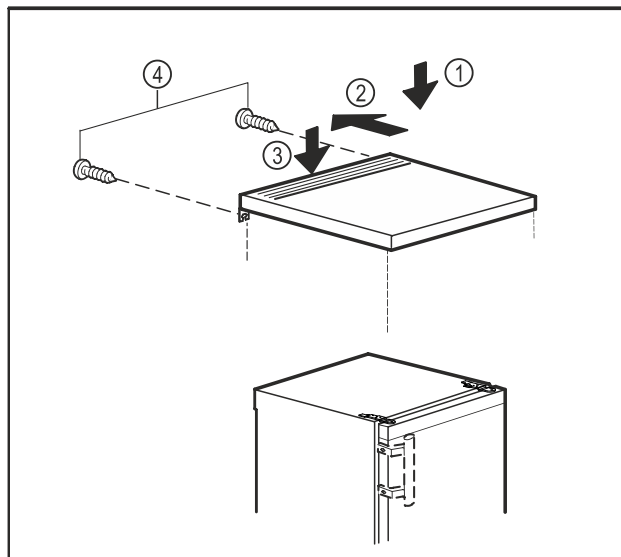

Fig. 19
- ▶ Posizionare il ripiano esterno superiore sull'apparecchio. Fig. 19 (1)
- ▶ Spostare il ripiano esterno superiore all'indietro. Fig. 19 (2)
- ▶ Spingere il ripiano esterno superiore verso il basso. Fig. 19 (3)
- ▶ Stringere le viti sul retro. Fig. 19 (4)